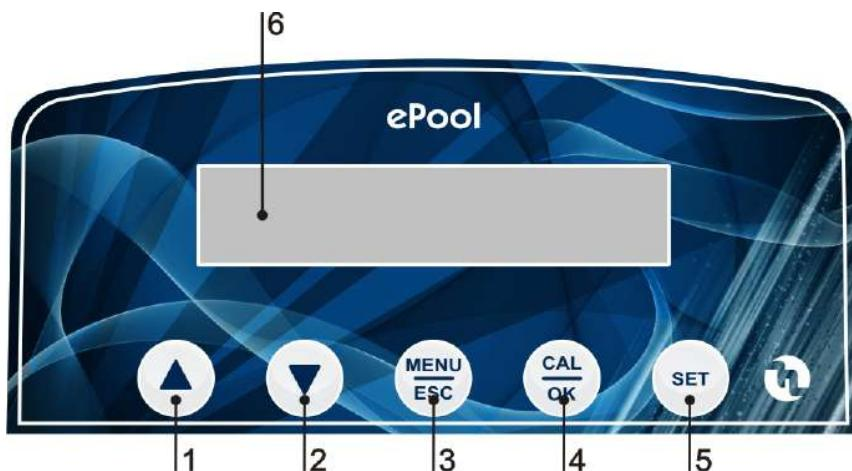

Fig. 4 – Commandes
- S'assurer qu'elle est débranchée du réseau électrique (les deux polarités) en retirant les conducteurs des points de contact du réseau en séparant les deux fils d'une distance minimum de 3 mm (fig. 4).
Appuyez sur la flèche en même temps le haut (1) et flèche vers le bas (2), (Fig.4)
Avec la pompe en stand-by en même temps appuyez sur MENU/ESC (3) et CAL/OK (4) (fig.4)
- **Connecteurs 1-2 (PMP)** = Raccordement de la pompe de recirculation. Entrée à 230V (fig.4)